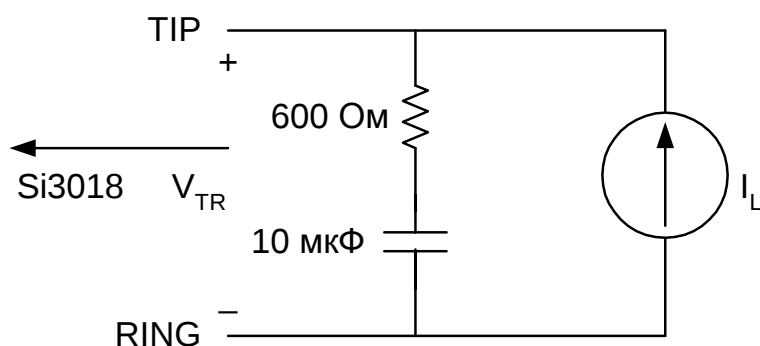

Рисунок 10. Схема подключения к телефонной линии.
&T3	Иницирует тестирование согласно ITU-T V.54 (ANALOOP - проверка по аналоговому шлейфу). Режим модема устанавливается командой &H. Тестируются DSP (Si2493/57/34/15/04), схема интерфейса DAA в Si2493/57/34/15/04, интерфейс ISOCap TM (Si3018.10) и аналоговая гибридная схема (Si3018.10). Данные, которые ISOModem передает с вывода TX (регистр 0 в параллельном режиме), принимаются в виде отраженного сигнала (эхо-сигнала) на вывод RX (регистр 0 в параллельном режиме). Схема подключения к телефонной линии приведена на рис.10. Чтобы проверить только функционирование канала связи ISOCap, можно удалить гибридную схему и кодек AFE из «петли» тестирования путем настройки U62[1] (DL) = 1.